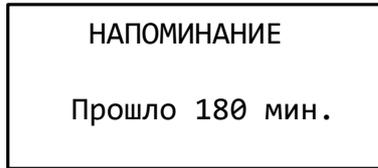

Рисунок 5 – Напоминание об испытании.
4.4.6 На аппарате может быть установлено напоминание для следующего испытания. Для этого в меню выбрать пункт «Таймер» (см. рисунок 4) и нажать [Пуск] несколько раз, при этом будет меняться время до напоминания в минутах: --- ▶ 30 ▶ 60 ▶ 90 ▶ 120 ▶ 180 ▶ 240 ▶ 300 ▶ 360 ▶ ---, где «---» – таймер отключен. Для ввода произвольного времени от 1 до 9999 минут нажать [Режим] и отредактировать значение; при вводе 0 таймер отключится. После запуска таймера отсчёт времени отображается в заголовке окна ожидания (например, «ТАЙМЕР 180» – до напоминания осталось 3 часа). По истечению заданного времени на дисплей выдаётся сообщение (рисунок 5) и воспроизводится повторяющийся звуковой сигнал.